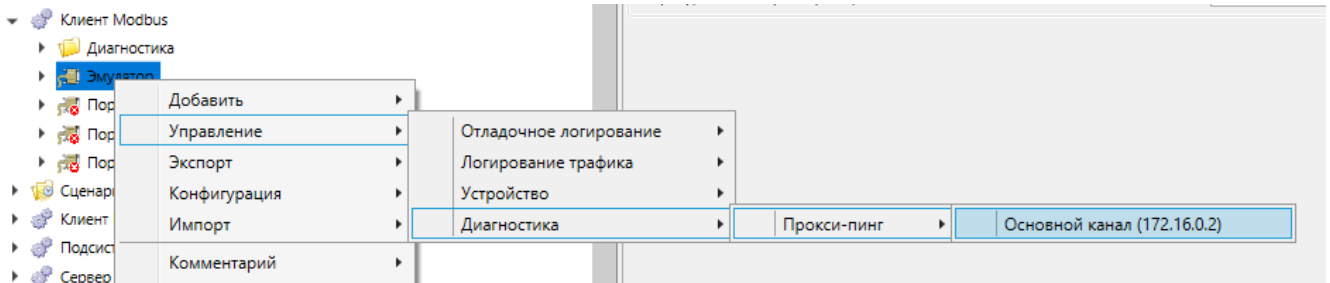

Рисунок 313 – Проверка доступности опрашиваемых устройств
– с сервера к опрашиваемым устройствам и конверторам интерфейсов. Обеспечивается проверка возможности опроса устройств с сервера через определенный порт связи. Диагностика выполняется в контекстном меню узлов **Порт связи** командой «Управление» → «Диагностика» → «Пинг» (рисунок 313);